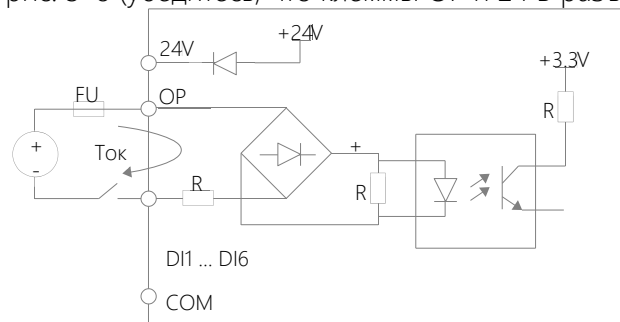

Рис. 3-7 Подключение через внешний источник питания
1. использовать внутренний источник питания 24 В ПЧ, подключение как на рис.3-7.